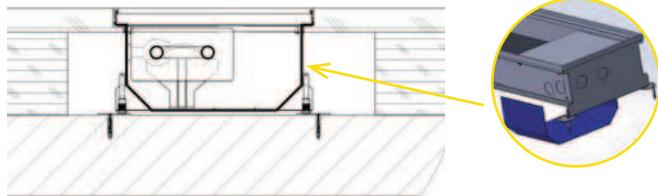

Рис. 5: Пустотелый пол – ребра жесткости для внутрипольного конвектора без вентилятора
- › При установке в пустотелый пол необходимо с внешней стороны корпуса конвектора установить ребра жесткости в пустотелом полу – Ребра жесткости предназначены для обеспечения стабильности (Рис. 5).